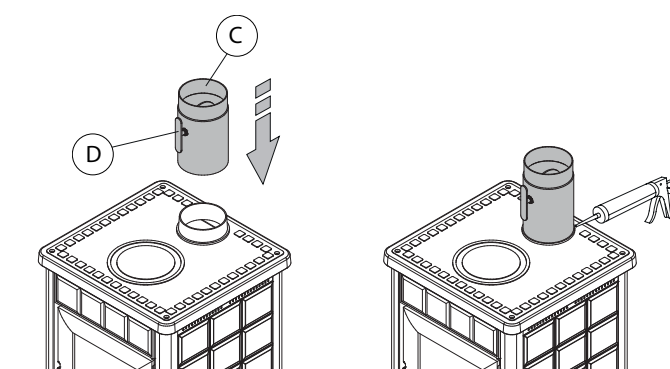

Fig. 6.2d
- installer le conduit du clapet de fumée (C) en veillant à ce que la poignée de réglage (D) soit tournée vers l'avant ; sceller avec du silicone pour haute température le conduit au niveau du collier en fonte (Fig. 6.2d).